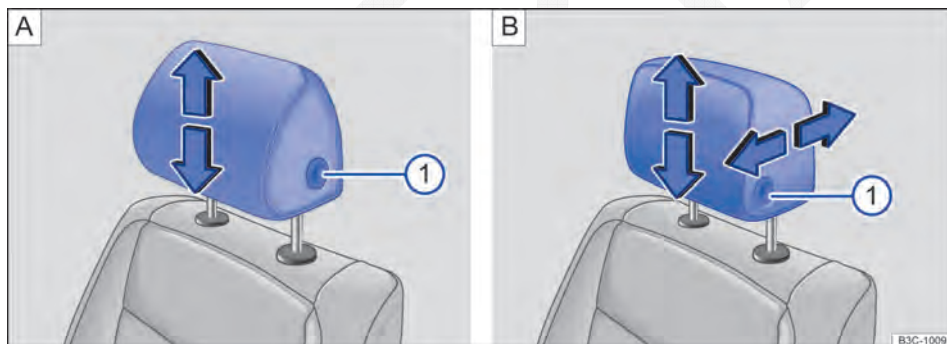
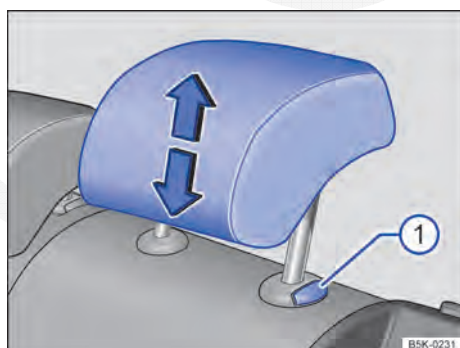

Fig. 62 Ajustar o apoio para cabeça dianteiro: **A** sem possibilidade de ajuste na direção longitudinal, **B** com possibilidade de ajuste na direção longitudinal.
Fig. 63 Ajustar o apoio para cabeça traseiro.
- Empurrar o apoio para cabeça para cima no sentido da seta ou, com o botão → Fig. 62 ① ou → Fig. 63 ① pressionado, empurrar para baixo → .
- Empurrar o apoio para cabeça para frente na direção da seta ou para trás com o botão → Fig. 62  pressionado.